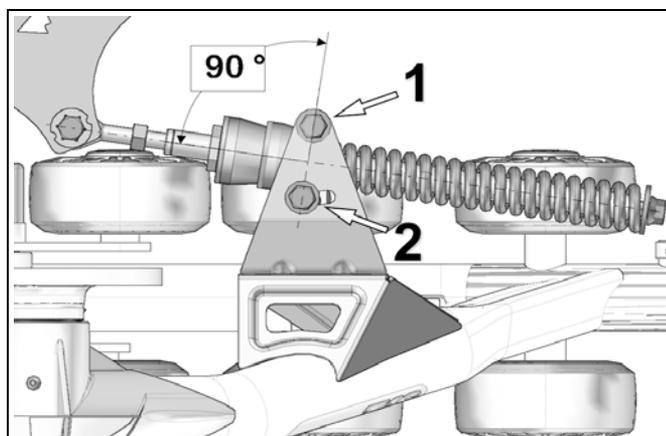

Abbildung 15
- Stellen Sie die Verdrehsicherungs-Halterung im 90° Winkel (senkrecht) zur Stabilisierungsstange ein. Ziehen Sie die beiden Befestigungsschrauben (1 und 2) des Verdrehsicherungsbügel auf ein Drehmoment von 50 N•m an. Siehe Abbildung 15.